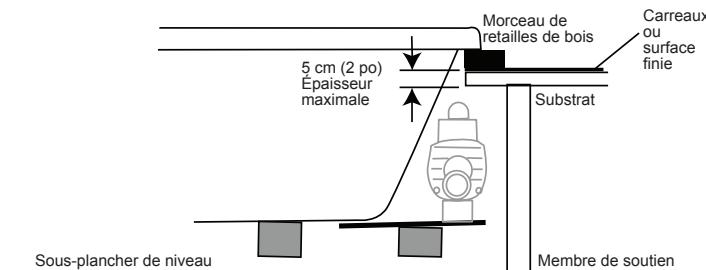

Figure 10
- 8** Installez l'unité en insérant l'extrémité du bloc pompe/moteur en premier, en abaissant la baignoire dans l'ouverture, comme dans l'illustration (figure 10).